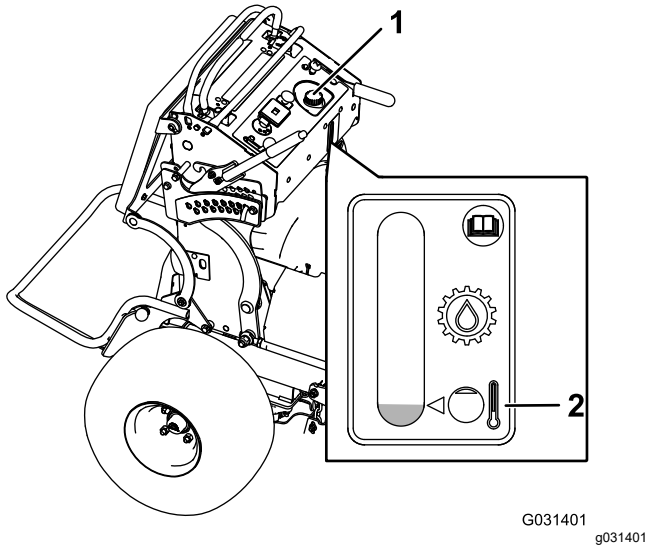

Figure 84
4. Nettoyez la surface autour du bouchon et du goulot de remplissage du réservoir hydraulique (Figure 84).
5. Enlevez le bouchon du goulot de remplissage (Figure 84).